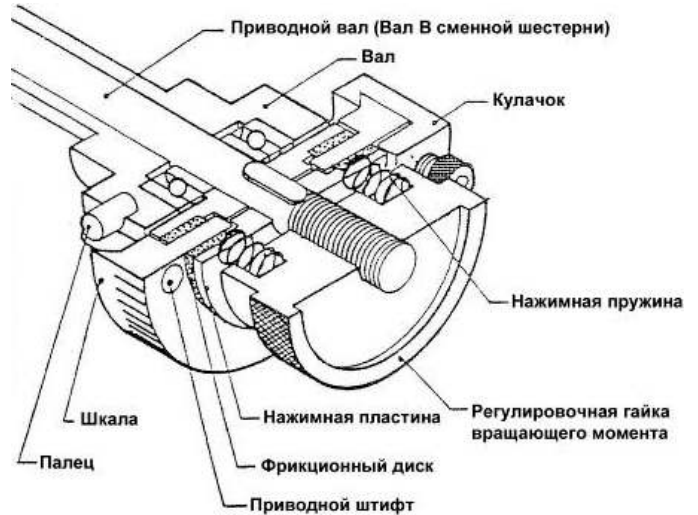
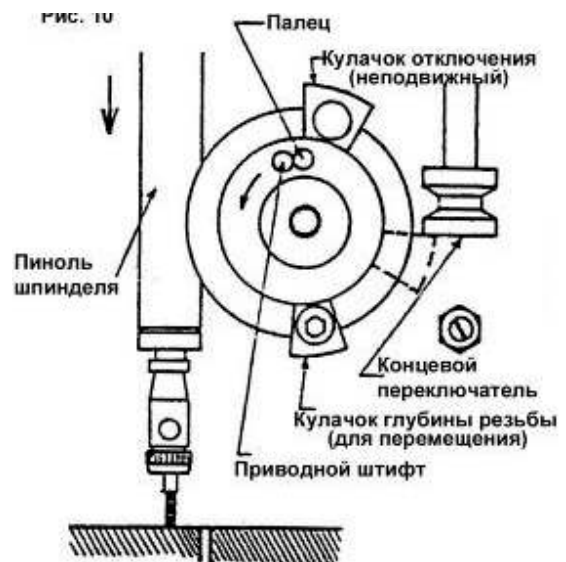

Рис.5
Рис.6
- Конструкция кулачкового механизма показан на Рис.6.
(1) Устранение зазора
Предохранительная муфта подачи показана на Рис.5. Муфта проскальзывает, чтобы предотвратить продвижение резьбы вперед, как показано на Рис.6. Таким образом, станок и резьба защищены от повреждений, и в то же время шпиндель автоматически вращается реверсивно и станок возвращается в исходное положение.
рѐнного вала, вперѐд по направлению движения, как показано на Рис.5.